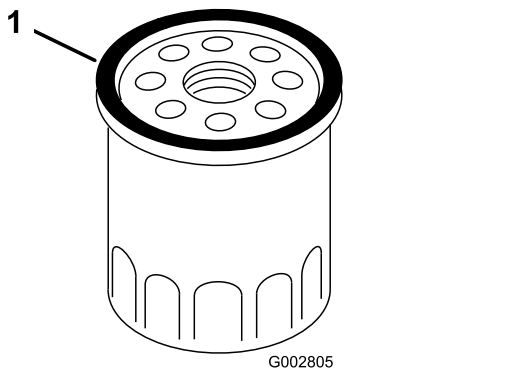

Bild 33
7. Schmieren Sie mit dem Finger etwas Öl auf die Dichtung am neuen Filter (Bild 33).